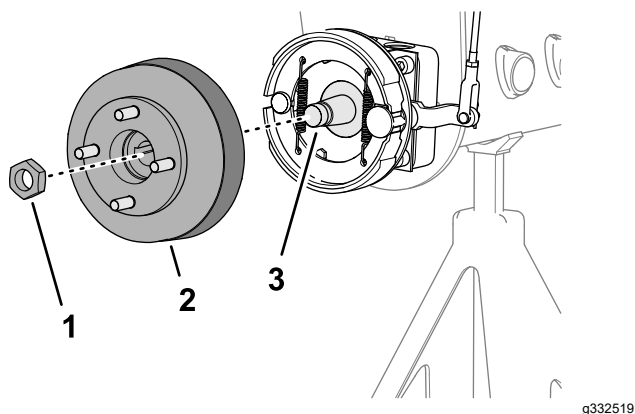
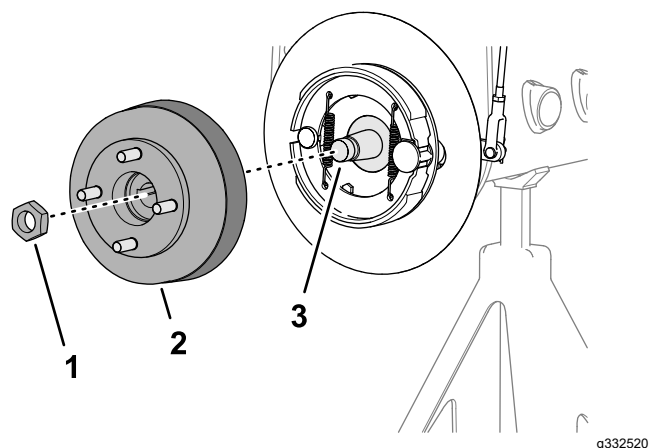

Figura 77
Figura 78
1. Îndepărtați contrapiuliă care fixează butucul la axul care conectează motorul cu roata (Figura 77 sau Figura 78).
4. Utilizați dispozitivul specificat de extragere a butucului pentru a îndepărta butucul de roată i tamburul de frână din axul care conectează motorul cu roata (Figura 77 sau Figura 78).